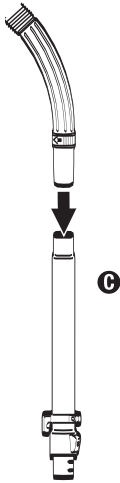

FIG. 2
**Step 2:** Attach wands **C** or **D** to hose handle (Fig. 2).
- Étape 2 :** Fixez les tubes **C** ou **D** à la poignée du tuyau (Fig. 2).
- Paso 2:** Conecte los tubos **C** o **D** al mango de la manguera (Fig. 2).